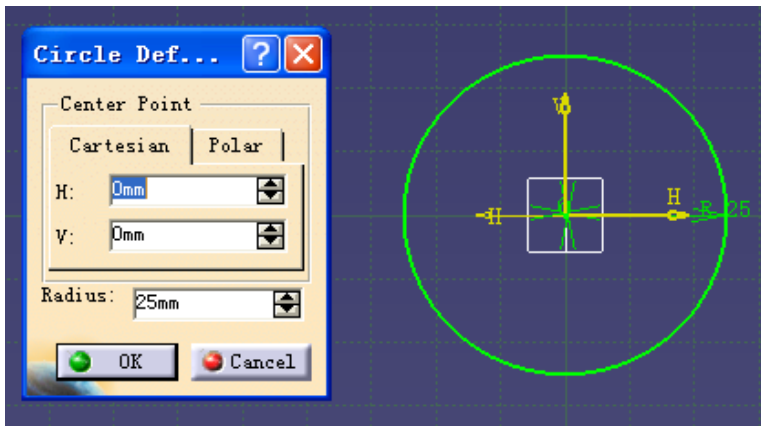

图 2-10
- (2) 点击图标下方的倒三角形，选择 Three Point Circle ，依次选择三个点。
(3) 用一个点和半径来画圆 。选择图标后出现如下对话框，输入中心坐标为 (0, 0)，半径为 25mm 时，生成如图 2-10。